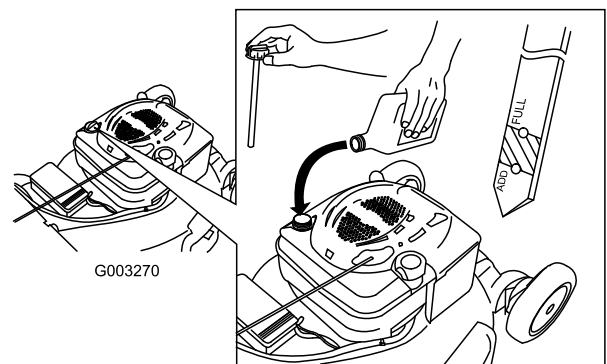

Figure 39
4. Versez de l'huile **lentement** dans le goulot de remplissage pour faire monter le niveau de liquide jusqu'au repère du plein (Full) sur la jauge (Figure 39). **Ne remplissez pas excessivement.** (Remplissage max. : 0,59 l (20 oz.), type : huile détergente SAE 30 de classe de service API SF, SG, SH, SJ, SL ou supérieure.)